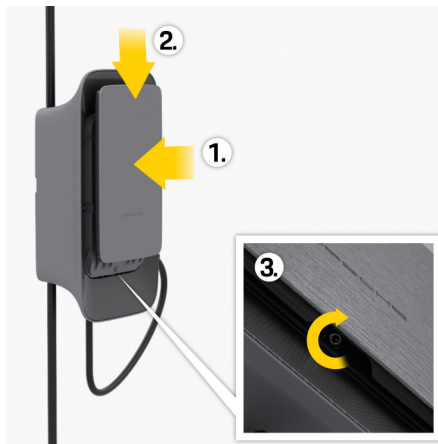

Fig. 38: Fijación de la parte delantera de diseño
1. Aflojar el tornillo del borde inferior del panel de diseño 3 ► (Fig. 38).